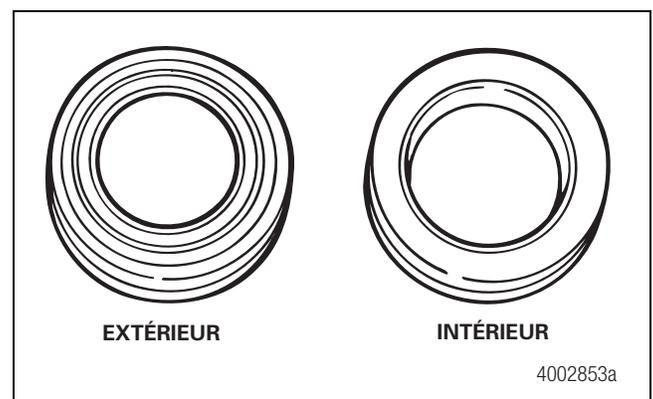
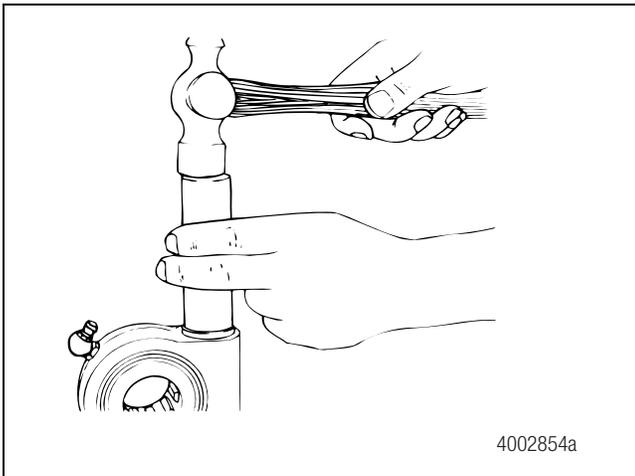

Figure 5.1
Figure 5.2
4. Positionner la bague d'étanchéité dans l'alésage de la vis sans fin en orientant les lèvres de la bague vers l'extérieur de l'alésage du carter et la partie métallique vers le fond de l'alésage. Figure 5.1. À l'aide d'un marteau et d'un mandrin de pose de 1 3/16 po (30,2 mm), emmancher la bague d'étanchéité parfaitement d'équerre dans l'alésage. Figure 5.2. Ne pas frapper sur la bague d'étanchéité une fois celle-ci en place au fond de l'alésage, car cela endommagerait la bague d'étanchéité.